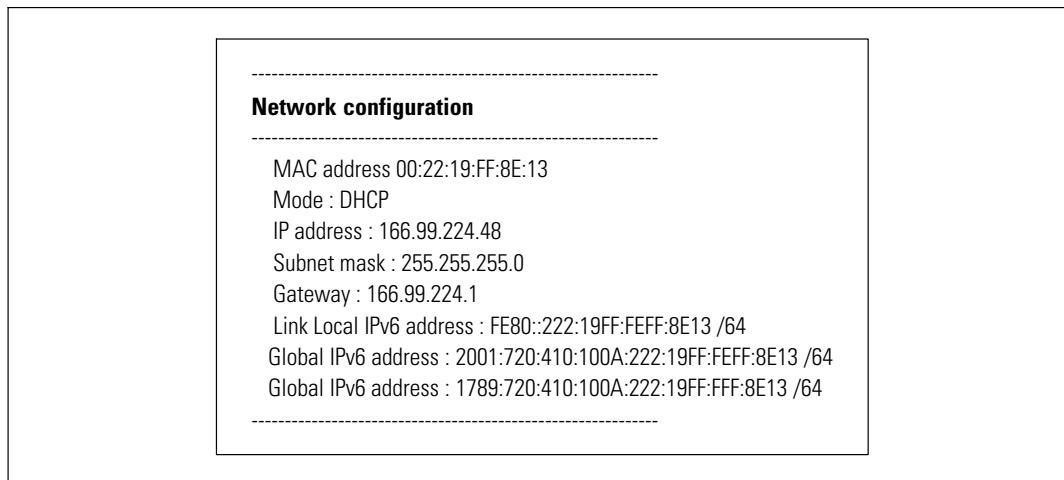

Figura 41. Opción Leer configuración de red
- **Read Network settings:** Para ver los ajustes de la red (consulte la Figura 41).